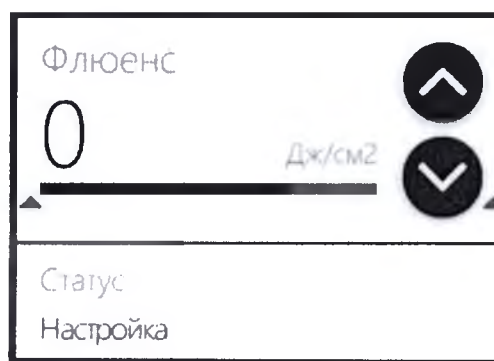

Рис. 3.99 – Рекомендованные значения флюенса
3.14.2.9 Производитель рекомендует проводить процедуры в зеленой части шкалы флюенса (рис. 3.99).